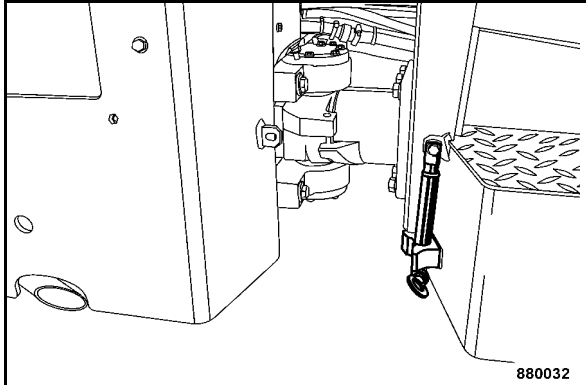

Fig. 116
- Chasser l'axe de la sécurité d'articulation et remettre la barre de sécurité en place dans son support (Fig. 116).